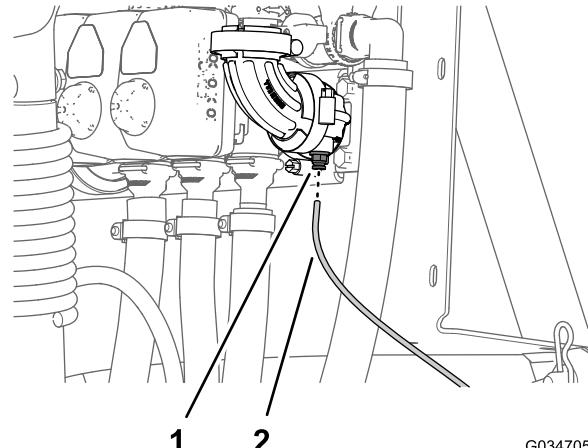

Figura 11
1. Premete sul collare per l'accoppiatore del tubo sul gomito a 90° nella valvola di sezione delle barre di destra (Figura 11).
2. Estraete il tubo di rilevamento della pressione per il manometro della plancia dall'accoppiatore per tubo (Figura 11).